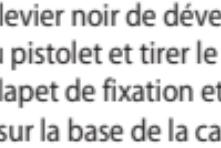

Fig 2
- b) Ouvrir le clapet de fixation et insérer la cartouche. L'encoche en "V" située sur la base de la cartouche doit être orientée vers le bas. Refermer le clapet de fixation (Fig 2).